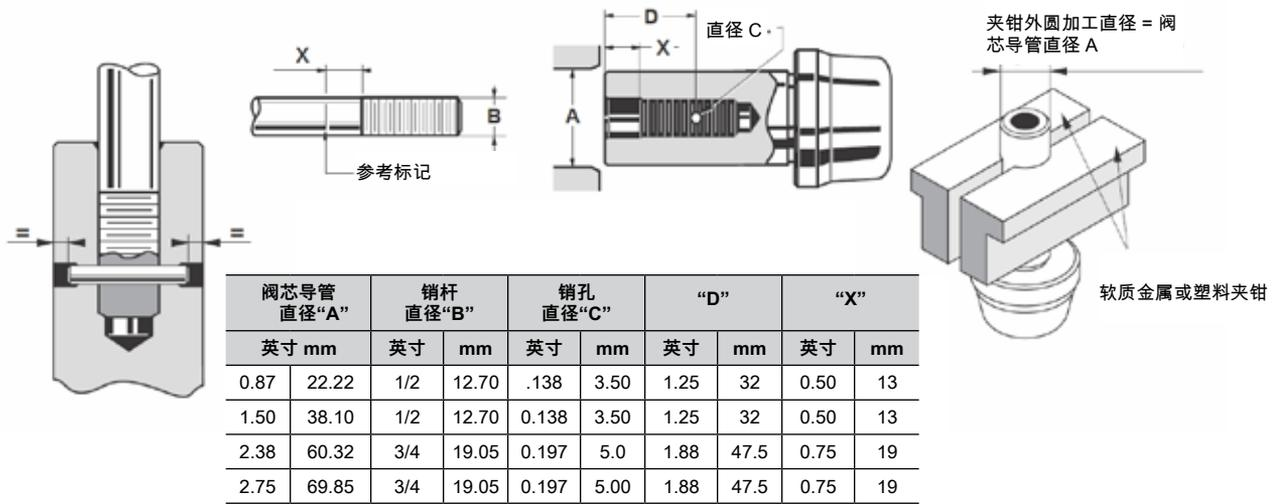

图 4：阀芯杆销连接
- 4.2.1. 根据阀芯导管直径和阀芯杆直径测量尺寸 D (见图 4)。
- 5.2. 使用锤子将销压入孔中与其配合。注意确保销两侧的凹进程度相同，完成固定操作（参见图 4）。